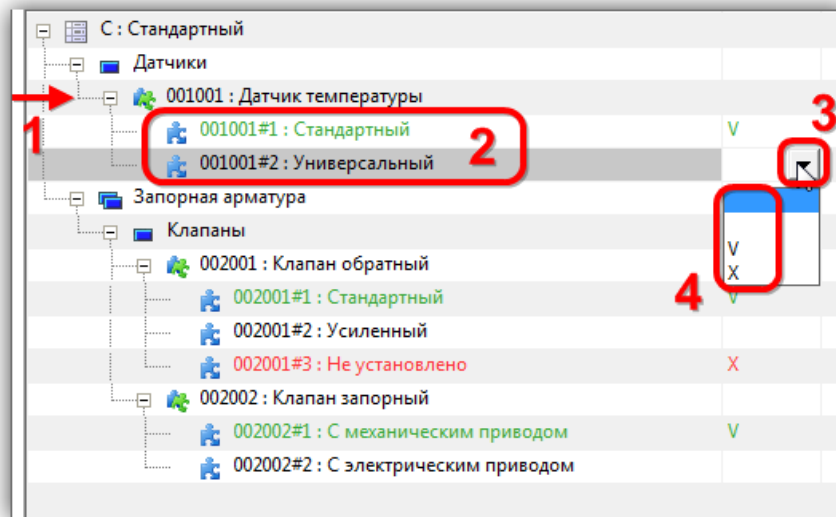

Рис. 10-177 – Настройка значений опционов для данного базиса
4) В левой части окна «Конфигурационные базисы» показан перечень опционов и их значений, выбранный для конфигурационного базиса (рис. 10-177).